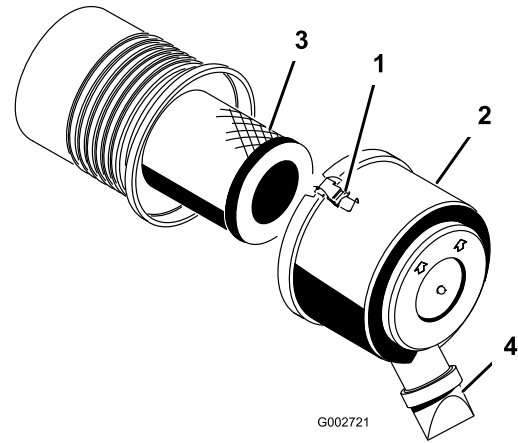

Figura 27
1. Abra los enganches que sujetan la tapa del limpiador de aire a la carcasa del limpiador de aire (Figura 27).